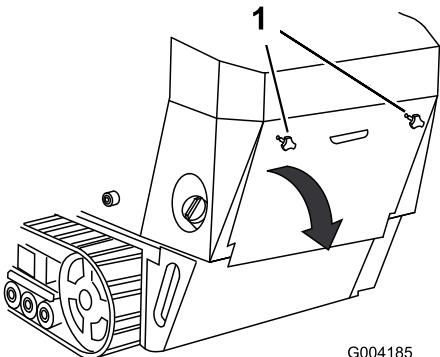

Figure 29
- Dévissez les 2 boutons de fixation du couvercle d'accès arrière à la machine (Figure 29).
- Basculez le couvercle d'accès arrière vers le bas et déposez-le pour accéder aux composants internes (Figure 29).